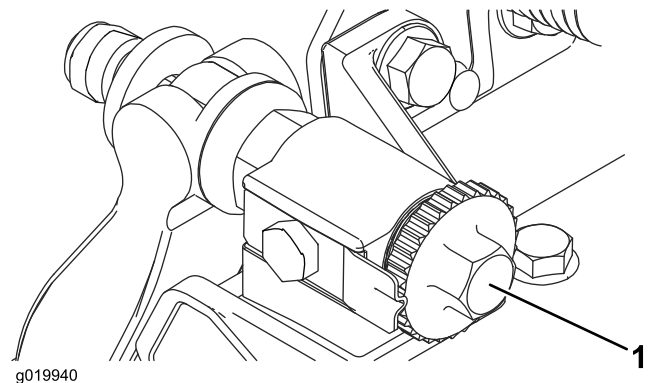

Figure 16
1. Placez le plateau de coupe sur une surface de travail plane et horizontale. Tournez les vis de réglage de la barre d'appui dans le sens antihoraire pour vérifier qu'elle ne touche pas le cylindre (Figure 16).